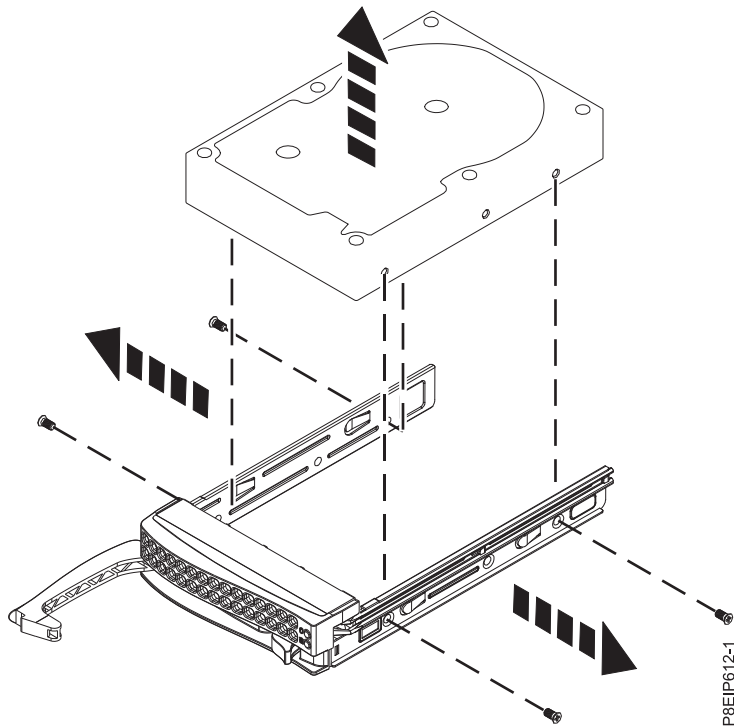

Figura 2. Extracción de la unidad de 3,5 pulgadas de la bandeja
- Para una unidad de 3,5 pulgadas, quite la unidad de los laterales de la bandeja quitando cuatro tornillos, (2 en cada lado), tal como se indica en la Figura 2 en la página 6.